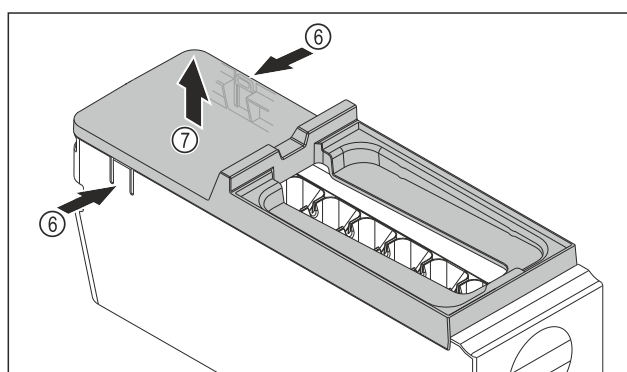

Fig. 144
- Udtagning af EasyTwist-Ice-legemets afdækning: Tryk på laskerne Fig. 144 (6) på begge sider af EasyTwist-Ice-legemet med den ene hånd.
- Tag afdækningen Fig. 144 (7) op og ud med den anden hånd.